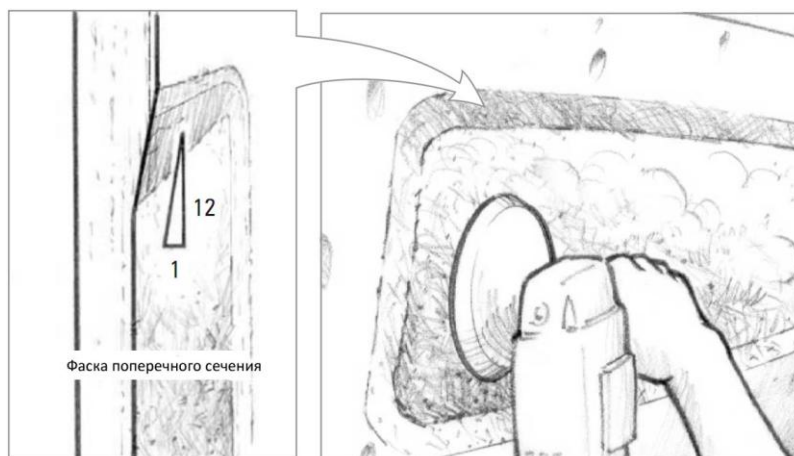

Рисунок 2-6 Счищайте ламинат над большими пустотами для того, чтобы скрыть неповреждённый ламинат. Делайте фаску на месте ремонта 12 к 1.
3. Сделайте фаску на месте ремонта с углом минимум 12 к 1, чтобы обеспечить большую площадь склеивания и снизить концентрацию нагрузок (Рисунок 2-6).